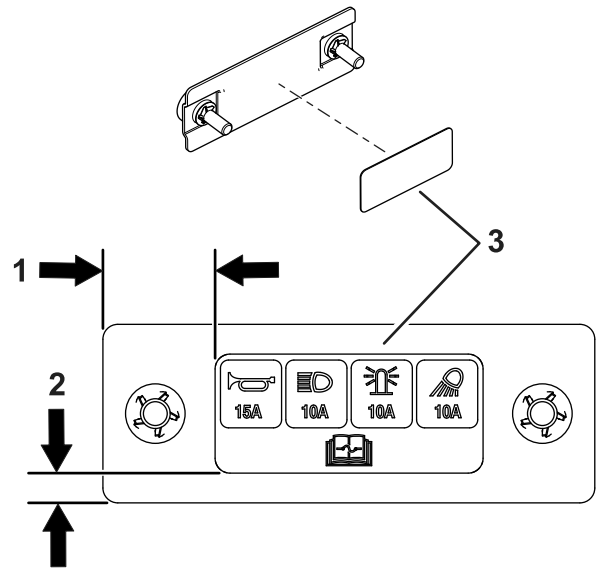

Figura 11
12. Applicare l'adesivo sul coperchio fusibili come mostrato nella Figura 11.